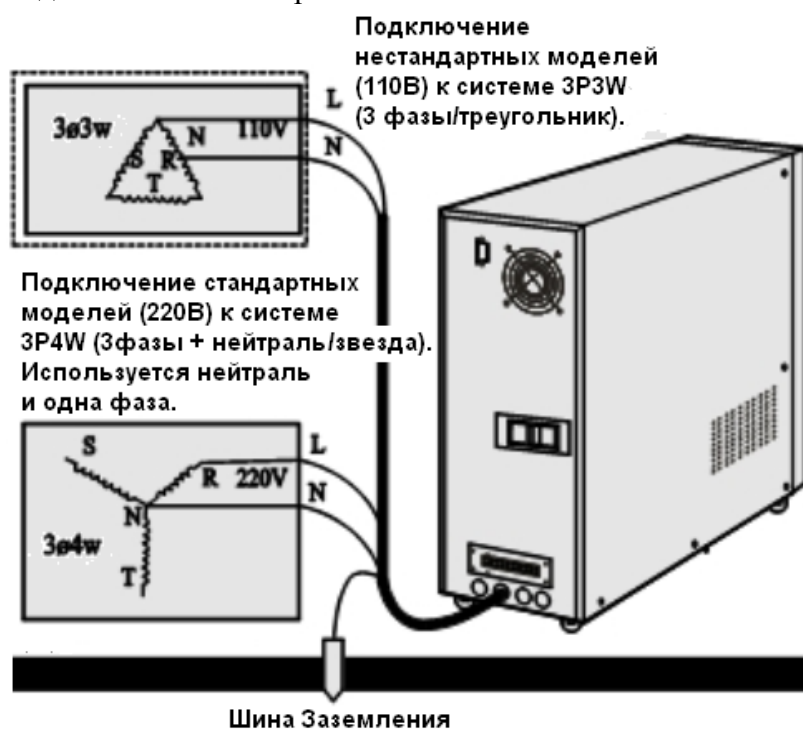

Рис. 15
9. Постарайтесь расположить ИБП так чтобы он находился как можно ближе к надёжному очагу Заземления или к шине Заземления во входном щите. Подключение стандартной (220В) и нестандартной (110В) моделей показано на рис. 15 ниже.